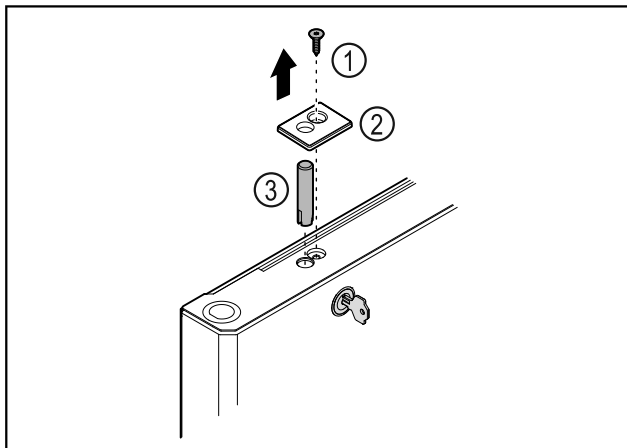

Fig. 43
- Ta bort skruven Fig. 43 (1).
- Lossa skyddet Fig. 43 (2) med en liten skruvmejsel och ta av det.
- Dra ut låsbulten Fig. 43 (3).